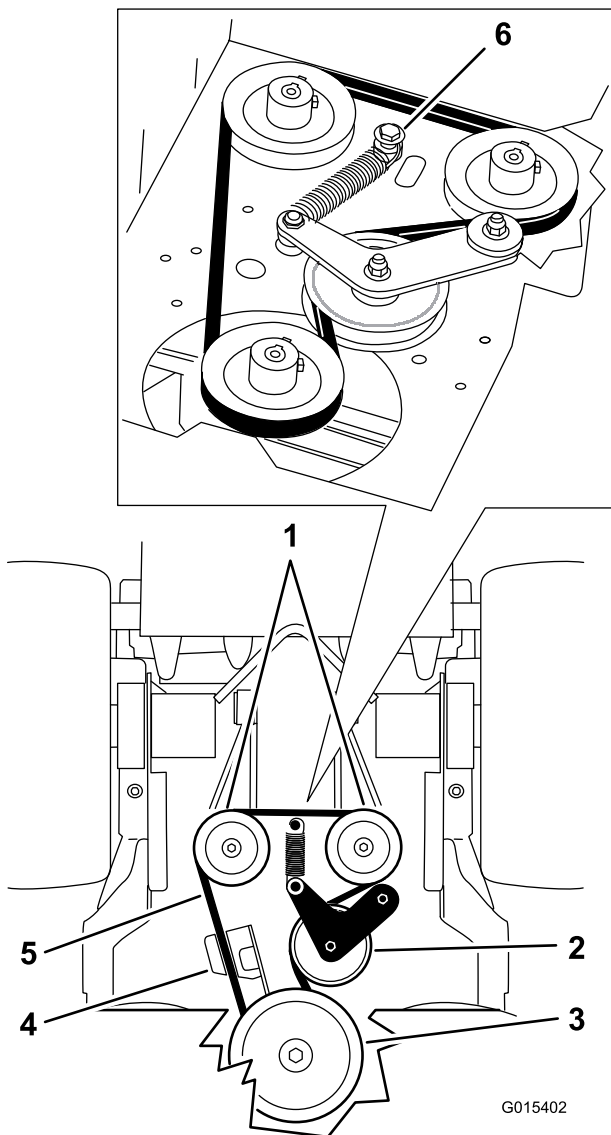

Figura 67
5. Retire el perno de cuello largo, la tuerca y la arandela (que están conectados al muelle) de la carcasa del motor (Figura 67).
6. Retire la correa de transmisión de la bomba (Figura 67).
8. Instale el muelle en el perno de cuello largo y la arandela, y conéctelo a la carcasa del motor con la tuerca (Figura 67).